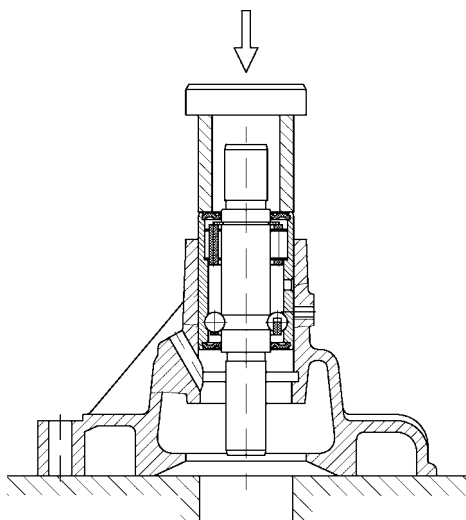

Рис. 4.138. Запрессовка подшипника с валиком в корпус насоса системы охлаждения
-с помощью оправки запрессовать подшипник с валиком в сборе в корпус так, чтобы гнездо под фиксатор на ободке подшипника совпало с отверстием в корпусе насоса (рис. 4.138);